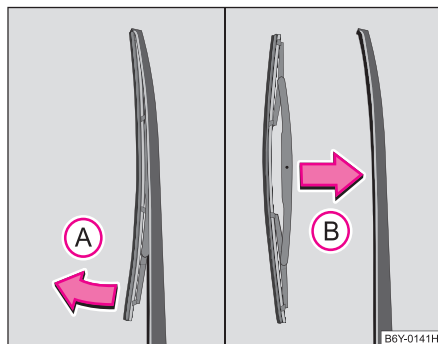

Fig. 44 Escobilla del limpiapalunetas
- Aparte el brazo de la escobilla, abatiéndolo ⇒ fig. 44.
- Con la segunda mano, sujete la escobilla por el centro y retírela en el sentido de la flecha (A).